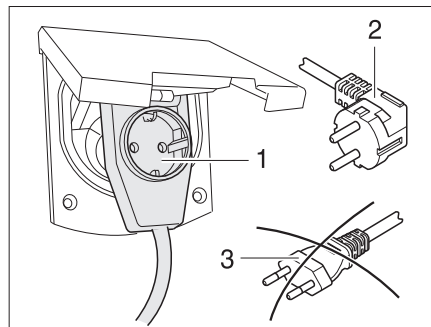

Fig. 156 Raccordement à un adaptateur coudé avec prise de courant
- ▶ Lors de l'utilisation d'un adaptateur coudé CEE 17 muni d'une prise à l'arrière (Fig. 156,1), se servir uniquement d'un connecteur en caoutchouc et scellé IP 44 avec contact de mise à la terre (Fig. 156,2). Ne pas utiliser de connecteur sans contact de mise à la terre (Fig. 156,3). Danger d'électrocution !